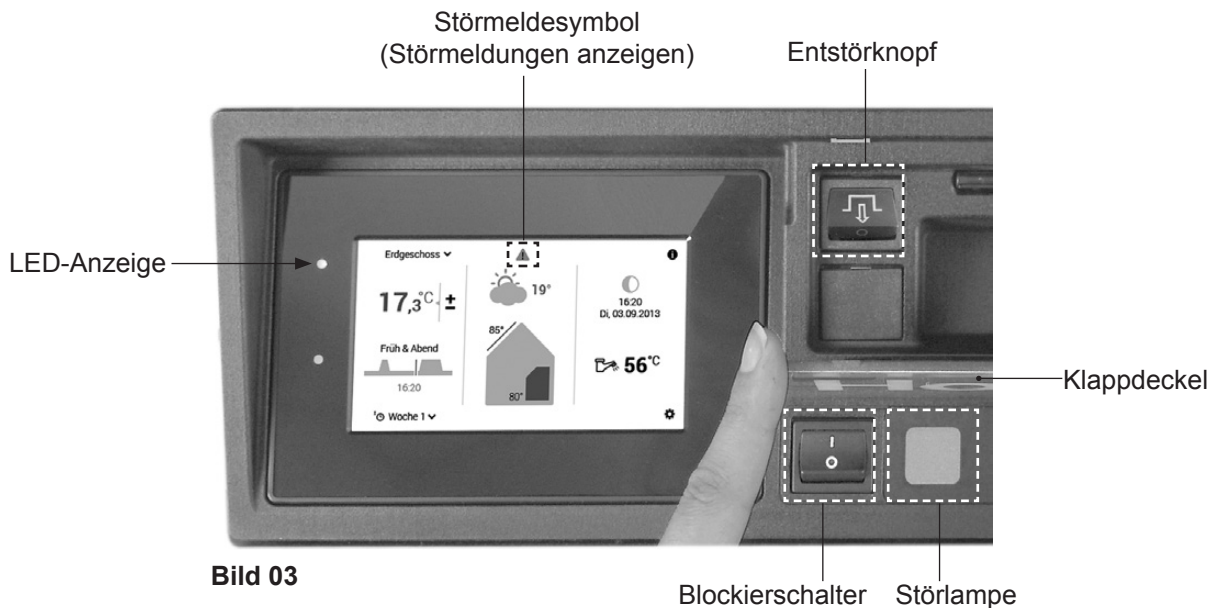

Bild 03
1. Klapplack (Bild 03) rechts am Bedienfeld öffnen.